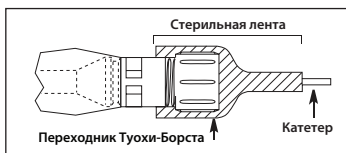

Рисунок 8
- Чтобы обеспечить неподвижность катетера, конец фильтра-оболочки катетера с переходником Туохи-Борста следует закрепить стерильной лентой (см. рис. 8).